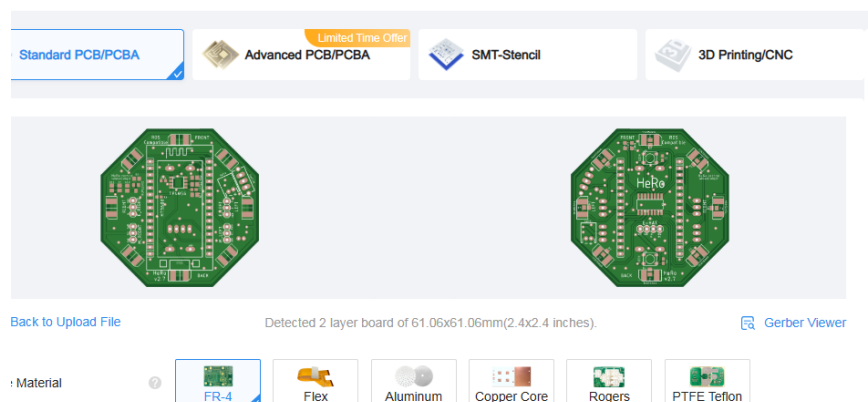

Ilustración 6 Proyecto abierto en JLCPCB.
Paso 4: Se verá lo siguiente (Ilustración 6).